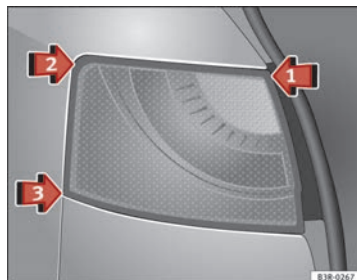
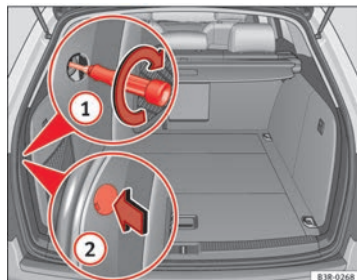

Fig. 229 Montar la unidad de luz trasera
Fig. 230 Maletero: Posición del tornillo de fijación para la unidad de luz trasera
- Coloque la unidad de luz trasera primero en ⇒ fig. 229 flecha ① en el alojamiento.
- Presione ligeramente la unidad de luz trasera, primero por el punto ② y luego por el punto ③ contra el alojamiento, hasta que los clips asienten firmemente en los cojinetes de goma.
- Ejercer una ligera presión sobre la parte superior de la unidad de luz trasera y fíjela con un destornillador desde el maletero ⇒ fig. 230 ①.
- Vuelva a colocar la cubierta del tornillo con el rebaje hacia atrás ②.